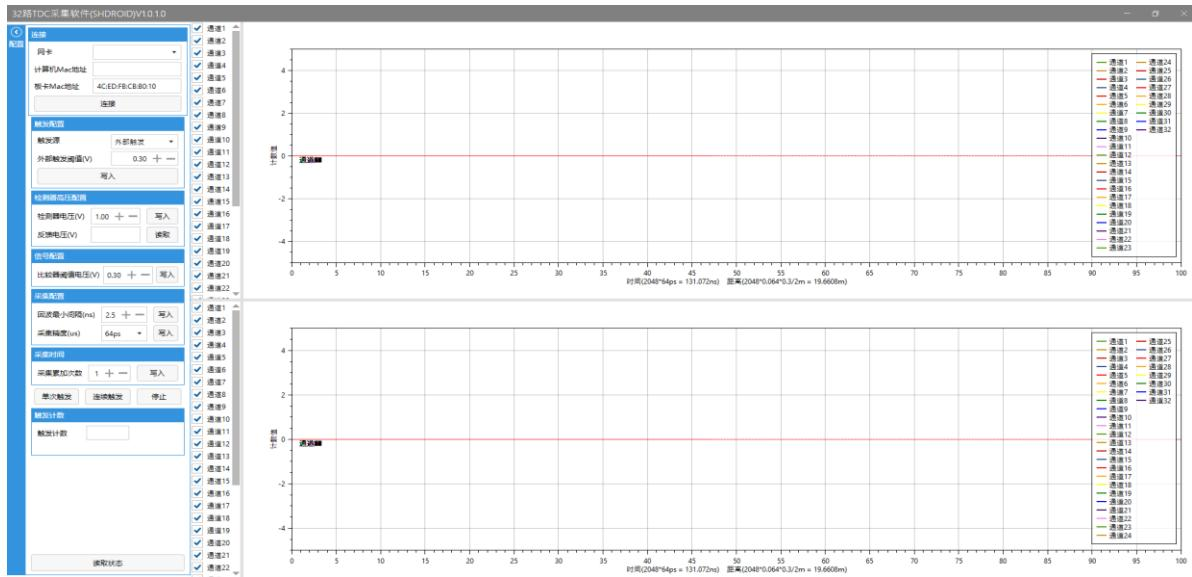

图 3 实时的数据展示界面
1. 5. 1 启动设备，首先出现的就是实时的数据展示图界面，如图 3。